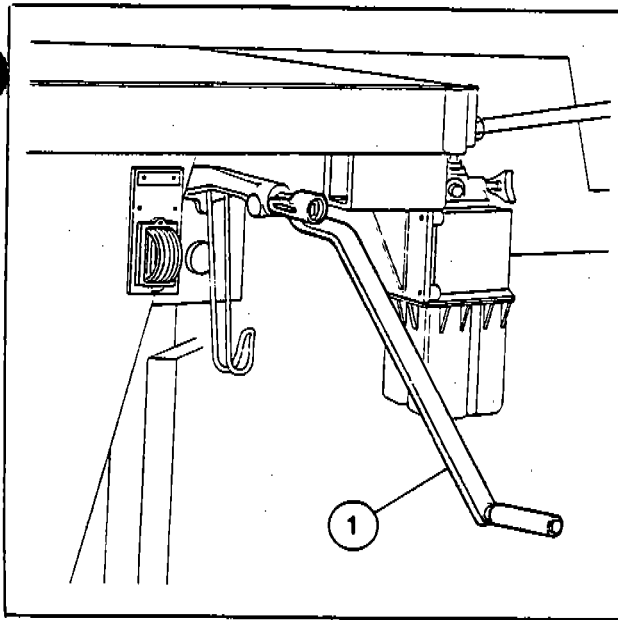

Fig. 9
e) Posizionare gli stabilizzatori anteriori azionando l'apposita manovella (1-Fig. 9).